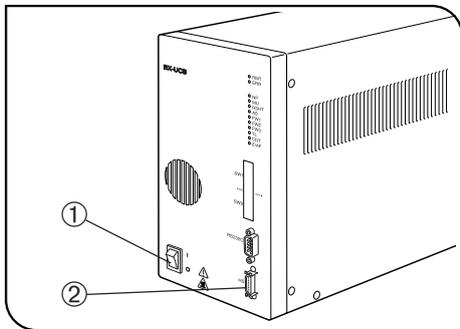

Abb. 4
- ▲ Vor dem Anschließen des Handschalter-Kabels (und der Kabel anderer Module) und des Netzkabels den Hauptschalter ① des Steuergeräts ausschalten ("O"). (Abb. 4)
1 Anschließen des Handschalter-Kabels (Abb. 4)